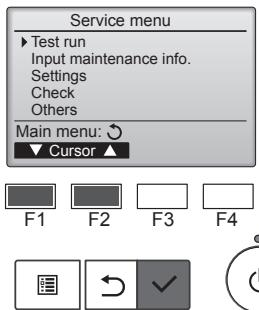

Fig. 7-4
- ③ **F1** veya **F2** düğmesi ile "Test run" (Çalışma testi) öğesini seçin ve düğmesine basın. (Fig. 7-4)